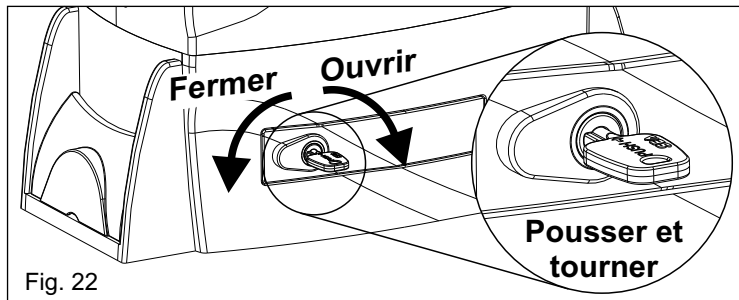

Fig. 22
- Insérer, **pousser** et tourner la clef dans le sens d'aiguilles d'une montre à 90° (fig. 22).